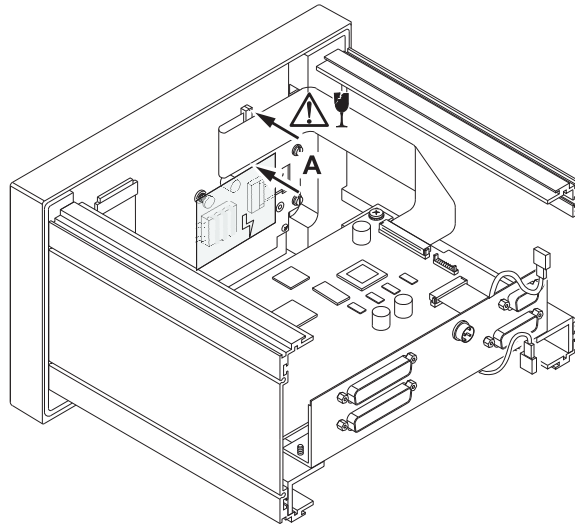

Bild D 7-21: Aufstecken des Flachband-Anschlusskabels auf die Displayplatine
9. Platzieren Sie den Steckverbinder genau zwischen die beiden Führungsstifte der Anschlussleiste und drücken Sie ihn mit leichtem Druck fest (A). Achten Sie darauf, Verbinder und Kabel nicht zu beschädigen! (Bild D 7-21)